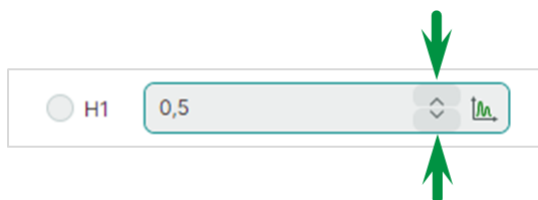

Рис. 9 Кнопки изменения значения параметра
- шаг изменения параметра при определении значения с помощью кнопок, см. Рис. 9: